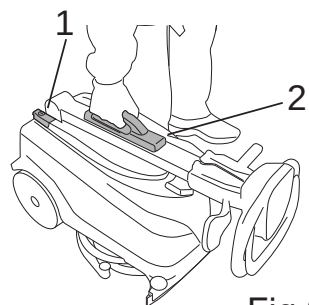

Fig.6
- Apague la máquina con el interruptor general (Fig. 6-Ref. 1).
- Levante la máquina desde la empuñadura del mango (Fig. 6-Ref. 2).